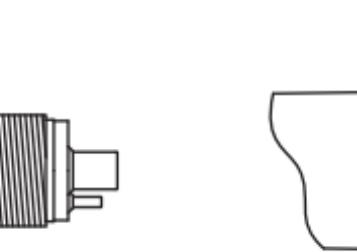

Fig. 4
- 2) Rotation anti-horaire : Faites tourner l'anneau mobile FWD/REV vers "R".(Fig. 4)